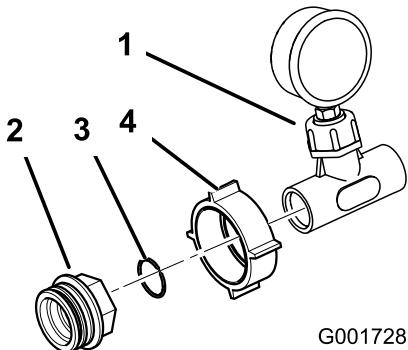

Figura 13
- Installate il dado di plastica grande sul gruppo dell'indicatore di pressione e raccordo a T. Installate un O-ring di plastica e un riduttore al gruppo come mostrato in Figura 13.